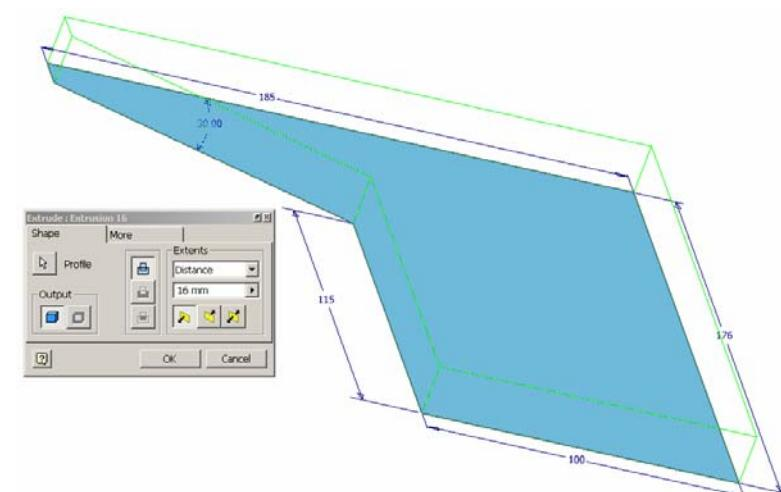

Figura 3.1.8.
b.1.) 2D - Schițare contur de bază, figura 3.1.8
b.2.) 3D – Extrudare contur de bază pe distanță 16, figura 3.1.8